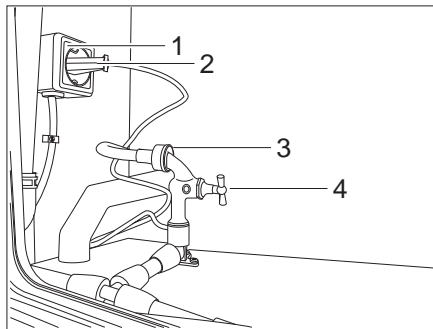

Fig. 185 Raccordement de la toilette avec broyeur
- Raccorder la fermeture à baïonnette (Fig. 185,3) de la toilette.
- Ouvrir le robinet d'eau (Fig. 185,4).
- Brancher la fiche (Fig. 185,2) dans la prise de courant (Fig. 185,1).
- Ouvrir le robinet d'eau de la toilette avec broyeur (Fig. 185,3). Souffler à l'air comprimé la tuyauterie d'alimentation en eau de la toilette avec broyeur et actionner simultanément la chasse.